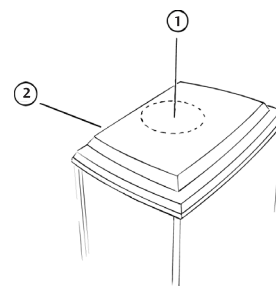
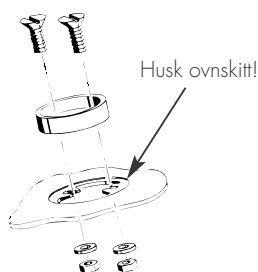
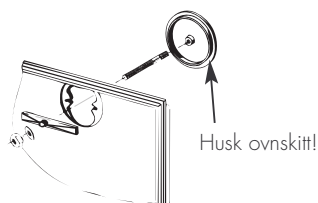

Fig. 3 Røykuttak
Fig. 4 Montering røykstuss
Fig. 5 Montering av blindlokk.
3. Løft, ikke tipp, peisovnen til oppreist stilling. Røykuttaket kan være plassert bak eller på toppen. Ildstedets plassering avgjør hvilket røykutak som skal benyttes. Se fig. 3. Røykstuss monteres som vist på fig. 4. Blindlokkene festes med pinneskrue, travers (den flate siden skal vende mot blindlokket), skive og mutter. Pass på at mutteren ikke skrues for hardt til. Se fig. 5. Husk ovnskitt.